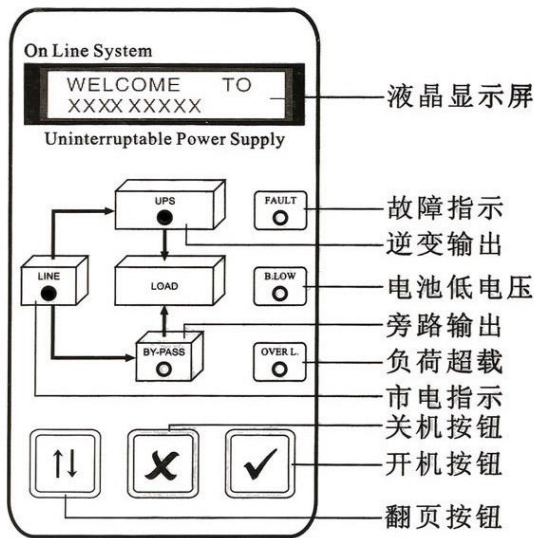

图 4.3
3. 经过 20 秒后前面板输入指示灯明亮，旁路指示灯熄灭，输出指示灯明亮，LCD 显示欢迎信息，由机器 (INVERTER) 供电输出 (OUTPUT)，如下图 4.3。